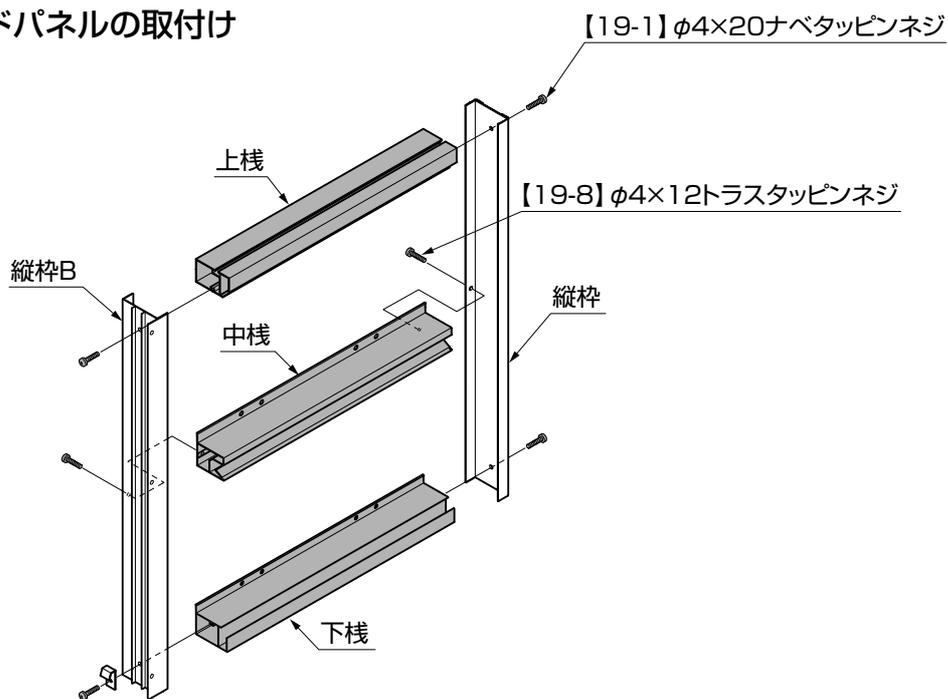

図9-4
- ①サイドパネルの部材を組立ててください。(図9-4参照)